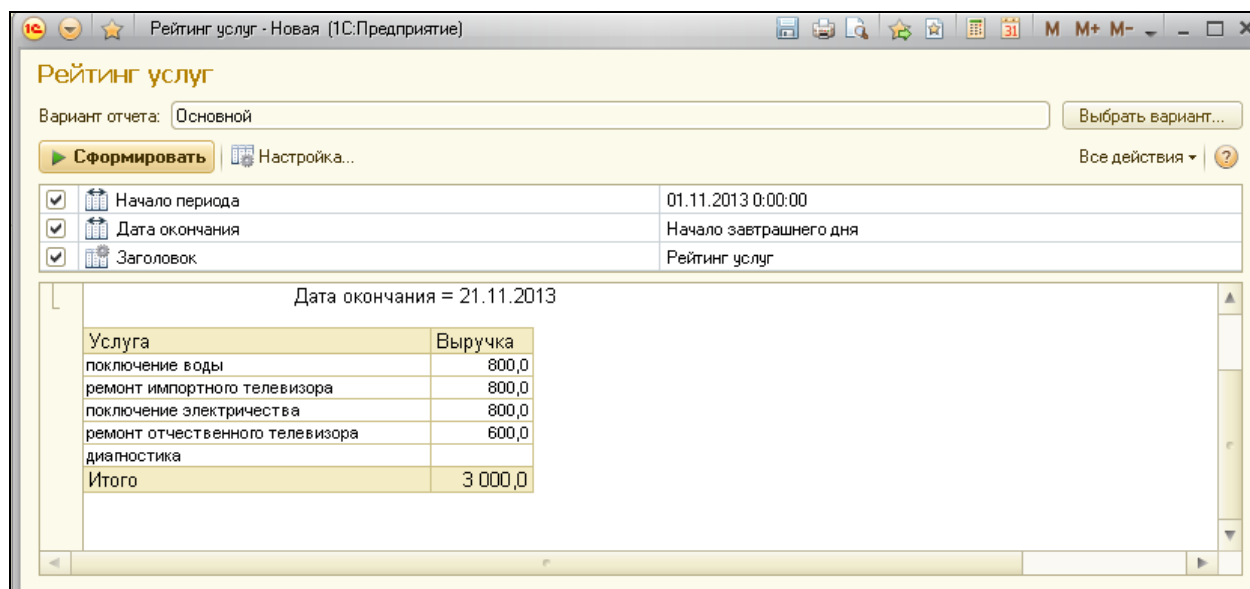

Рисунок 4.25 Отчет Рейтинг услуг
21. Загрузить 1С:Предприятие. Открыть подсистему **Оказание Услуг**. Выбрать отчет **Рейтинг Услуг**, нажать на кнопку **Сформировать** (рис. 4.25).